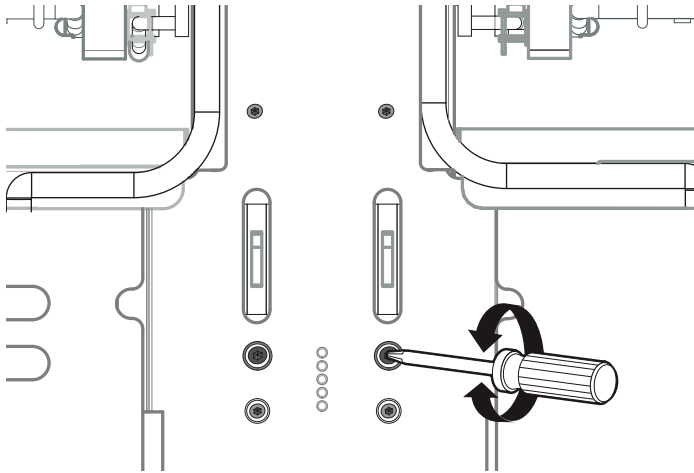

Figure 27 : Vis d'ajustement des charnières
4. Si la porte ou la poignée semble légèrement inclinée d'un côté ou de l'autre, vous pouvez ajuster l'inclinaison en vissant ou dévissant à l'aide d'un grand tournevis Torx T-20 la vis Torx de la charnière, située directement au-dessus de la fente de la charnière. Tournez la vis jusqu'à ce que la porte soit correctement alignée (Figure 27).